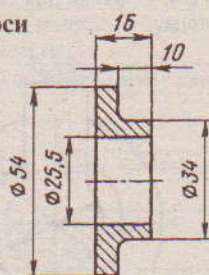

Рис. 6.7. Оправка для запрессовки подшипника на полуось
- ✓ подшипник запрессовать с помощью оправки (рис. 6.7);